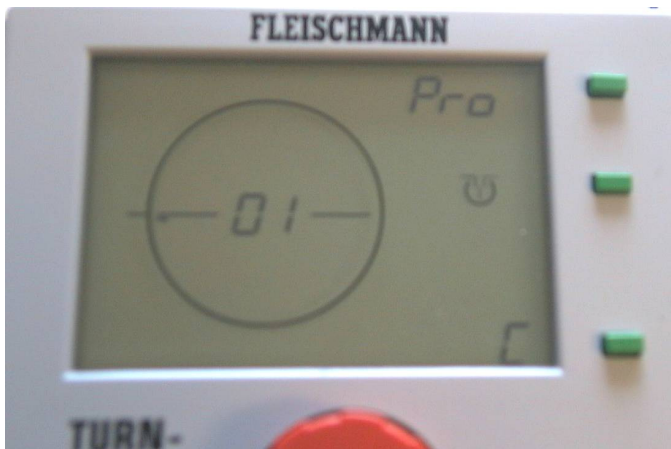

Fig. 10 1^o overgang nummeren
- Draai met de rode draaiknop net zolang totdat nummer „01” knipperend in het display verschijnt op de plaats waar de weergave „00” staat (fig. 10).